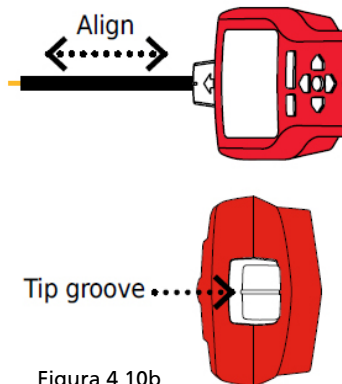

Figura 4.10b
5. Posicionamento do recetor: Para obter melhores resultados, alinhe a ranhura no sensor de ponta com a direção do cabo tal como ilustrado. O sinal poderá ser perdido se o alinhamento não for correto. (ver Figura 4.10b)